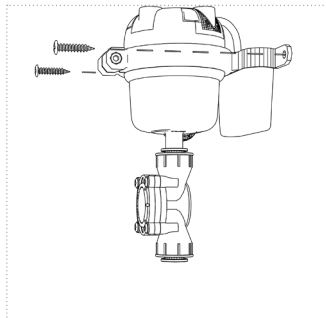

Abbildung 6: empfohlene Installation der UV-8 eco an einer Wand (Wasseranschluss OUT nach unten ausgerichtet)
1. Befestigen Sie die UV-Einheit (Abbildung 6) mit 2 geeigneten Schrauben. Die Installation kann Position unabhängig erfolgen. Jedoch ist die Anbringung an einer senkrechten Wand mit dem Wasserausgang (OUT) nach unten die empfohlene Installation, vor allem, um ein Abfließen des Wassers bei der Systementwässerung (Überwinterung) zu gewährleisten.